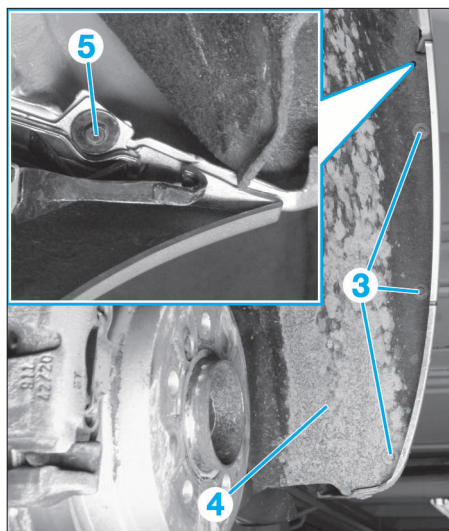

FIG. 94
- Déposer les vis (3) situées dans le passage de roue (Fig.94).